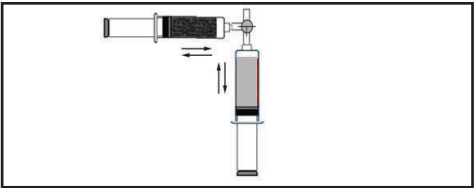

Abbildung 11.
2.5 Den Inhalt langsam von einer Spritze in die andere drücken, um den Inhalt vorsichtig zu mischen. Die Lösung so lange mischen, bis die Mikrosphären suspendiert sind (Abbildung 11).